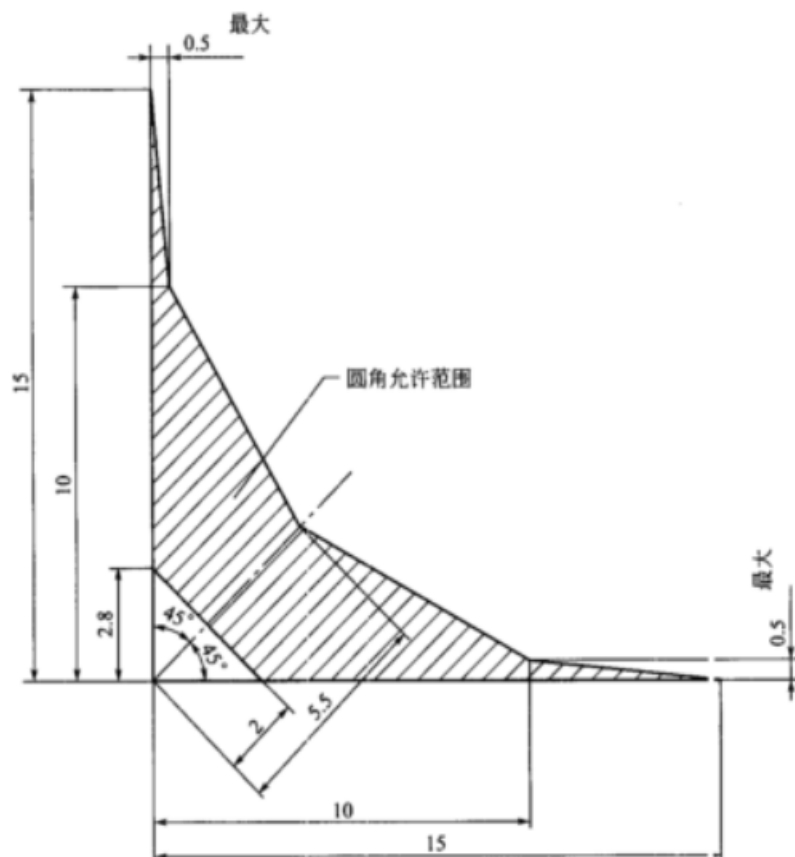

图 1 圆角尺寸
- 3.3.2 胶片的四角需打成圆角，见图 1。
- 3.3.2.2 圆角的圆弧应在图 1 所示阴影范围内，胶片角平分线距圆角弧交点到直角顶点的距离不得小于 2 mm，不得大于 5.5 mm。